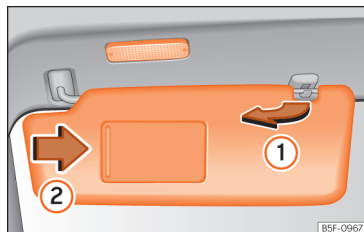

Abb. 155 Sonnenblende.
- Die Sonnenblende kann aus der Halterung herausgezogen und zur Tür » » **Abb. 155** ① geschwenkt werden.